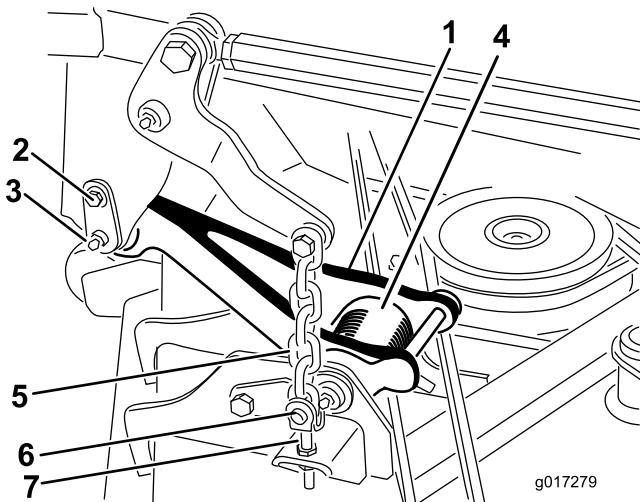

Bild 2
Hinweis: Wenn das Mähwerk angehoben ist, ist die Spannung der Zuglenkerdrehfeder (Bild 2) verringert; dies erleichtert das Abschließen der Zuglenker von der Maschine.
2. Schließen Sie den Zuglenker an jeder Seite der Maschine ab (Bild 2).
- A. Entfernen Sie die Ansatzschraube, mit denen der Befestigungsstift am Trägerrahmen befestigt ist (Bild 2).
- B. Schieben Sie den Befestigungsstift vorsichtig vom Trägerrahmen und Zuglenker (Bild 2).
6. Entfernen Sie die vier Ringstifte und die Lastösenbolzen, mit denen die Hubketten an den Einstellbolzen am Mähwerk befestigt sind (Bild 2).
2. Setzen Sie die vier Lastösenbolzen und Ringstifte ein, mit denen die Mähwerkshubketten an den Einstellbolzen am Mähwerk befestigt sind (Bild 2).
5. Fluchten Sie den Zuglenker am Trägerrahmen aus und befestigen Sie den Lenker mit dem Befestigungsstift (Bild 2). Befestigen Sie den Befestigungsstift mit der Schulterschraube am Rahmen (Bild 2).